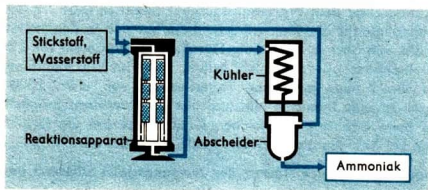

Abb. 14 Kreislaufprinzip bei der Ammoniaksynthese
Wasserstoff ist mit einem Eisenoxid-Kontakt sowie einer optimalen Temperaturführung möglich. Die Anlage arbeitet *kontinuierlich*. Das Gasgemisch aus Stickstoff und Wasserstoff tritt am Kopf des Reaktionsapparates ein und strömt zwischen dem Hochdruckmantel aus Stahl und dem Reaktoreinsatz nach unten. Dabei nimmt das zugeführte Gasgemisch die bei der chemischen Reaktion abgegebene Wärme im Gegenstrom auf. Es strömt vorgewärmt an den Katalysatorschichten vorbei, in denen die chemische Reaktion zwischen Stickstoff und Wasserstoff abläuft, erhitzt sich dabei weiter und wird schließlich durch die Katalysatorschichten hindurch nach unten geleitet. Die Temperatur des Gasgemischs wird durch *Wärmeaustausch* reguliert. Das aus dem Reaktionsapparat austretende Gasgemisch von Ammoniak, Stickstoff und Wasserstoff besteht zu etwa vier Fünfteln aus nicht umgesetzten Ausgangsstoffen. Für die Rentabilität des chemisch-technischen Verfahrens ist aber ein möglichst vollständiger Umsatz der Ausgangsstoffe nötig. Ammoniak wird durch Verflüssigung aus dem Gasgemisch entfernt. Die nichtumgesetzten Ausgangsstoffe werden mit kontinuierlich zuströmendem Synthesegas angereichert und dem Reaktionsapparat erneut zugeführt. Diese Stoffführung bezeichnet man als *Kreislaufprinzip* (Abb. 14). Damit gelingt es, die Ausgangsstoffe nahezu verlustlos umzusetzen und sie ökonomisch optimal zu nutzen. ① ②